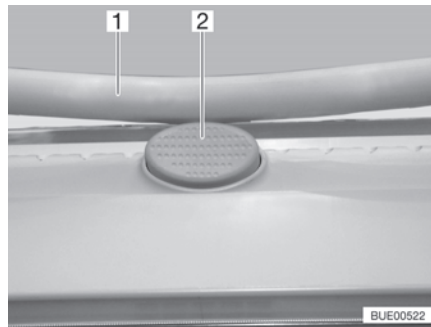

Bild 30 Sicherungsknopf (Heki-Dachhaube)
- Den Sicherungsknopf (Bild 30,2) drücken und den Bügel (Bild 30,1) mit beiden Händen nach unten ziehen.
- Den Bügel mit beiden Händen nach oben drücken, bis der Bügel oberhalb des Sicherungsknopfes (Bild 30,2) liegt.